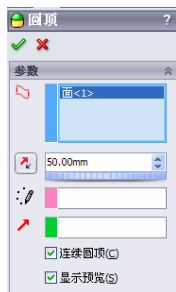

图 5-157 “圆顶”属性管理器
④ 执行圆顶命令。选择菜单栏中的“插入”→“特征”→“圆顶”命令,或者单击“特征”工具栏中的“圆顶”图标,此时系统弹出如图 5-157 所示的“圆顶”属性管理器。